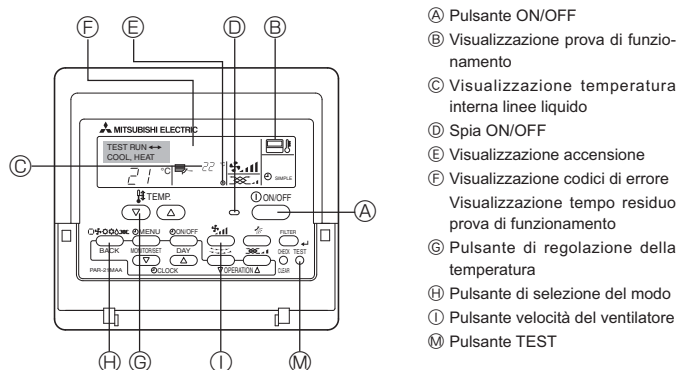

Fig. 7-1
7.2.1. Uso del comando a distanza con filo (Fig. 7-1)
- ① Inserire l'alimentazione almeno 12 ore prima della prova di funzionamento.
- ② Premere due volte il pulsante [TEST]. ➔ Display a cristalli liquidi "TEST RUN"
- ③ Premere il pulsante [Mode selection] (selezione modalità). ➔ Accertarsi che il vento venga soffiato fuori.
- ④ Premere il pulsante [Mode selection] (selezione modalità) e passare alla modalità raffreddamento (o riscaldamento). ➔ Accertarsi che il vento freddo (o caldo) venga soffiato fuori.
- ⑤ Premere il pulsante [Fan speed] (velocità del vento). ➔ Accertarsi di commutare sulla velocità del vento.
- ⑥ Controllare il funzionamento del ventilatore della sezione esterna.
- ⑦ Rilasciare il pulsante della prova di funzionamento, premendo il pulsante [ON/OFF]. ➔ Stop
- ⑧ Registrare un numero di telefono.